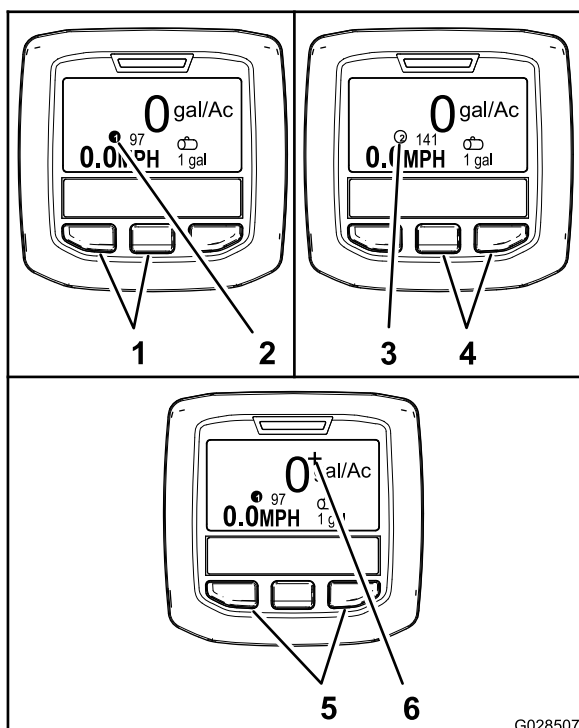

Figura 66
- Per selezionare il volume di applicazione 1, premete i 2 pulsanti di sinistra dell'InfoCenter (Figura 66).
- Per selezionare il volume di applicazione 2 (volume di applicazione), premete i 2 pulsanti di destra (Figura 66).
- Per applicare temporaneamente il potenziamento del volume di applicazione, premete e tenete premuti i 2 pulsanti esterni (Figura 66).